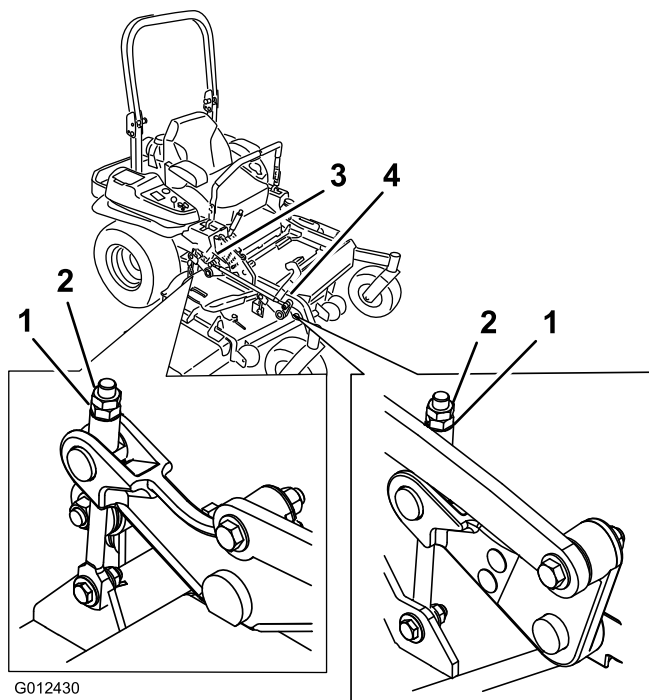

Figure 89
10. Ajustez précisément le serrage de l'écrou de réglage sur l'ensemble de relevage du tablier avant (Figure 89).
- Ajustez précisément le serrage de l'écrou de réglage sur l'ensemble de relevage du tablier avant (Figure 89).